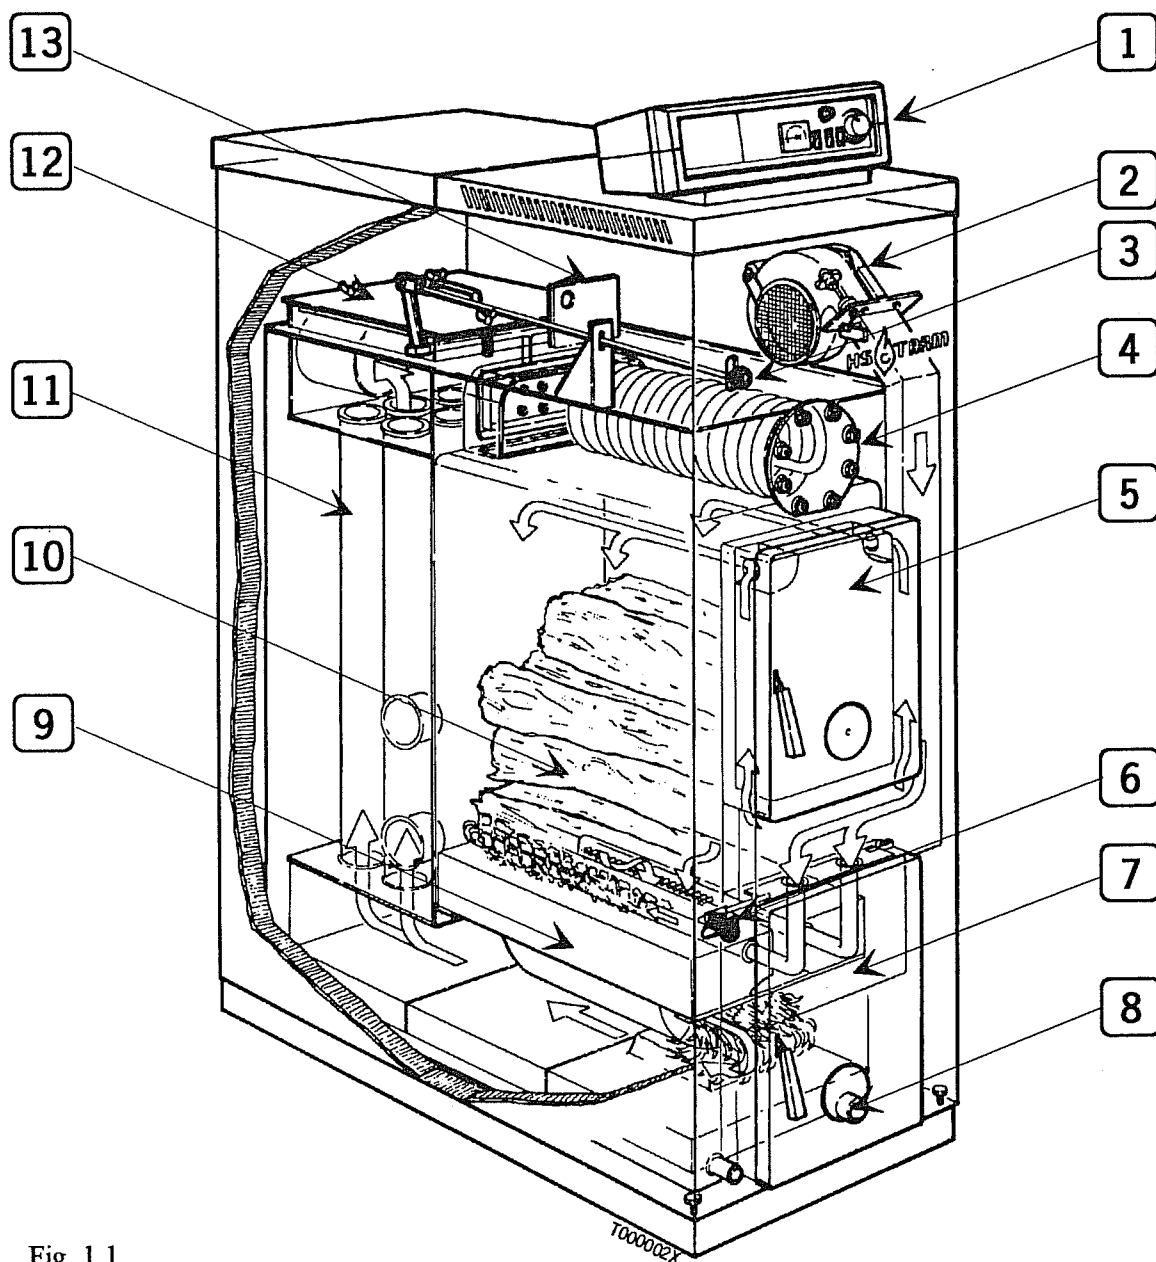

Fig. 1.1
Beskrivelse af væsentlige komponenter (se placering på fig. 1.1)
1.1.15 Funktion (Se evt. fig. 1.1)